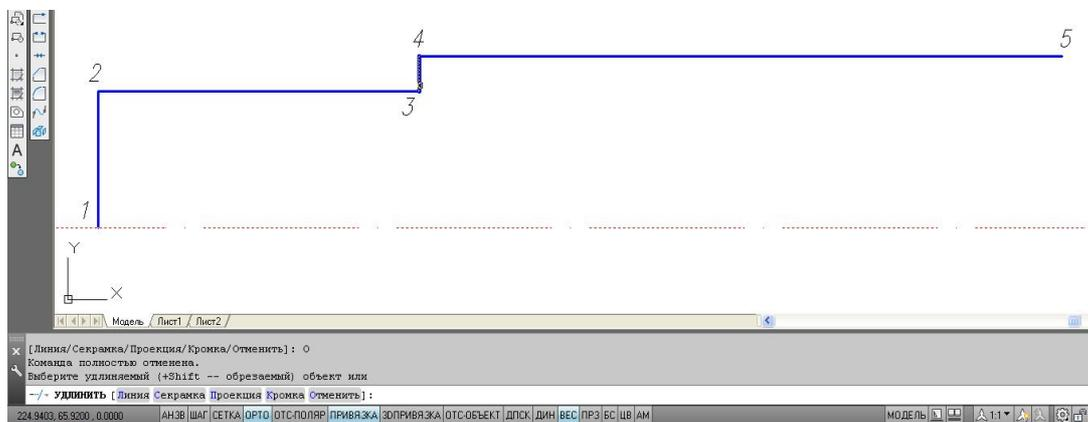

Рис. 56. Процесс выполнения чертежа
В качестве практических рекомендаций к освоению программы AutoCAD предлагаем выполнить чертеж детали (рис. 56, 57). Для этого необходимо создать файл чертежа *Вал.dwg* и сохранить его на диске D в своей папке. Для освоения множества возможных инструментов программы рекомендуем придерживаться последовательности операций:
4.4. Вычертить верхний контур вала (**Слой 1**) в последовательности, предложенной на рис. 56, используя команды **Рисование** → **Отрезок** → ЛКМ с привязкой **Ближайшая** (см. подр. 1.7) на выполненной оси (точка1) 20↵ 50↵ 5↵ 100↵. Выполняя отрезки по заданным точкам, отводить курсор в нужную сторону.
4.5. Удлинить отрезок 3-4 до осевой линии с помощью команд **Редактировать** → **Удлинить** (см. подр. 3.2.9). При указании удлиняемого отрезка щелчок ЛКМ делать ближе к границе удлинения (см. рис. 56).